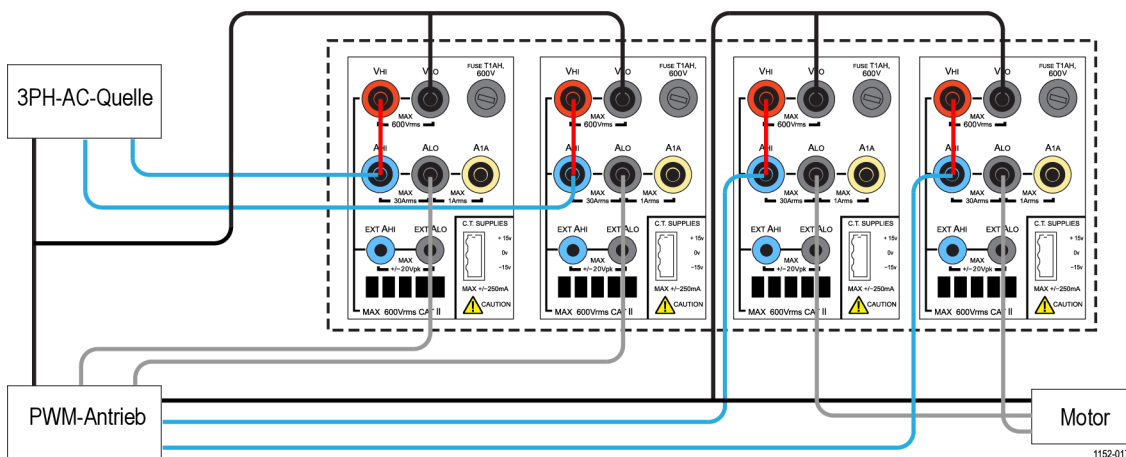

Abbildung 47: Effizienz des PWM-Motorantriebs (Dreiphasiger Eingang und dreiphasiger Ausgang)
1. Verbinden Sie den dreiphasigen AC-Eingang des PWM-Motorantriebs mit den ersten zwei Kanälen des PA3000, wie im Anschlussdiagramm dargestellt. (Siehe Abbildung 47.)